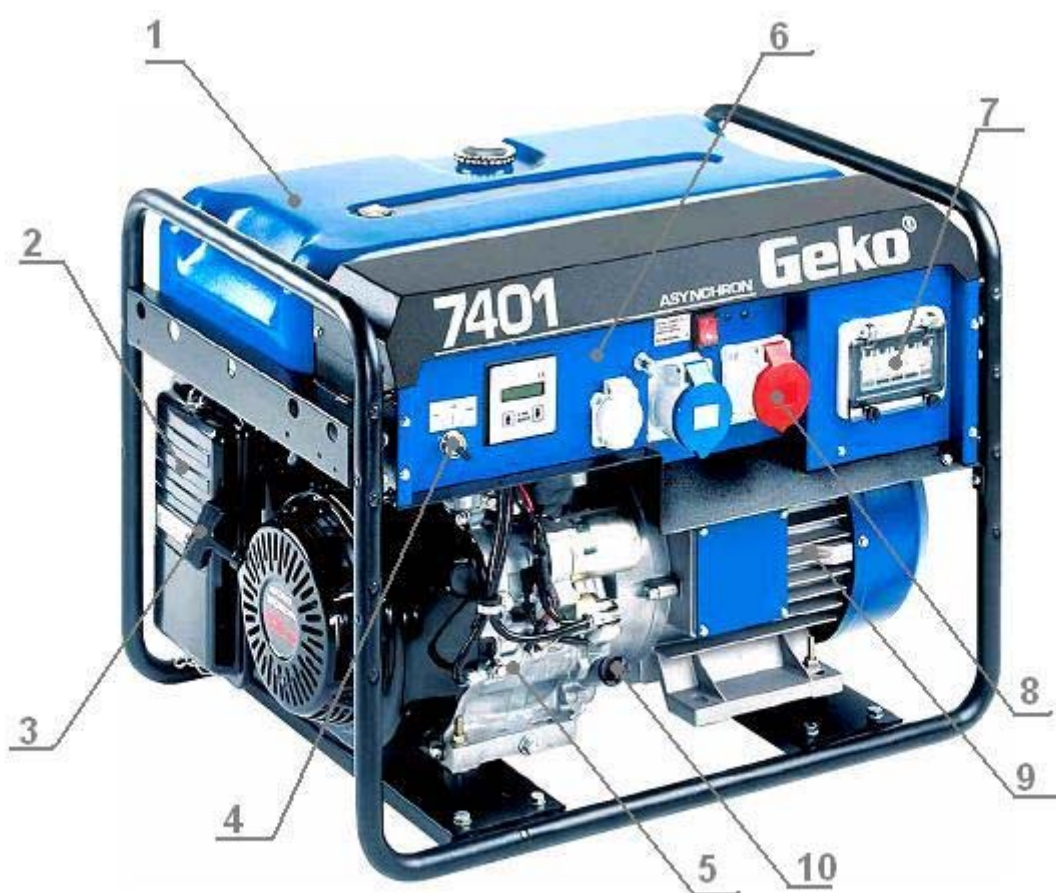

Рис. 2. «Типичная» генераторная установка [1].
Чтобы далее было понятно, о чём идёт речь, рассмотрим, из чего состоит рядовая генераторная установка на примере оборудования фирмы Geko (рис. 2) [1]. Генератор состоит из основных частей – бензинового или дизельного двигателя (5); альтернатора (9), предназначенного непосредственно для выработки электроэнергии; бака с горючим (1); блока автоматики и защиты генератора (6); воздушного фильтра (2); системы ручного запуска (старта) генератора (3); ключа включения генератора (зажигания) (4), в малых генераторах служащего только для включения режима запуска, в генераторах большой мощности – для автоматического старта двигателя генератора; блока автоматов (7) – для защиты альтернатора от перегрузки; щупа для проверки уровня масла (10).